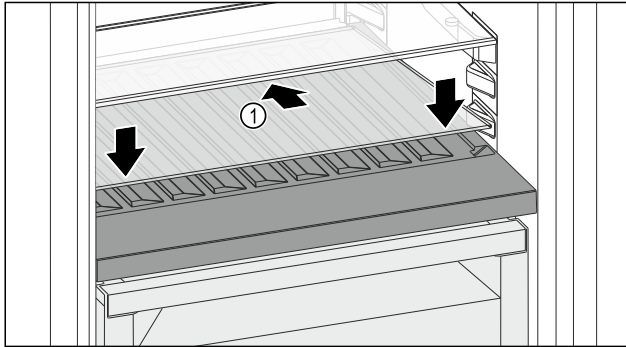

Fig. 146
- ▶ Glasplaat Fig. 146 (1) schuin naar achteren en naar beneden plaatsen.
- ▶ Glasplaat Fig. 146 (1) aan de voorzijde laten zakken.